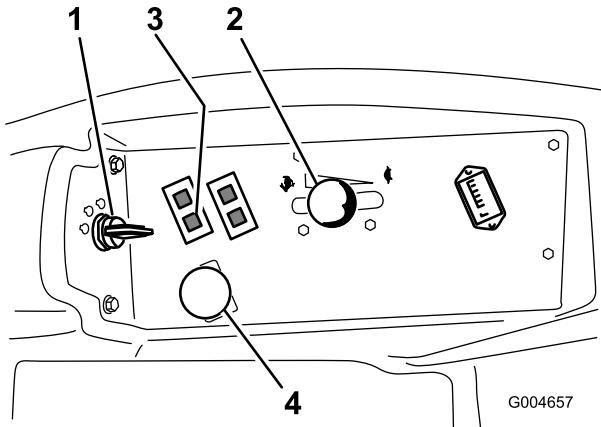

Figura 15
4. Disinserite la presa di forza (posizione Off) (Figura 15).
- Portate la leva dell'acceleratore al centro tra le posizioni Minima e Massima (Figura 15).